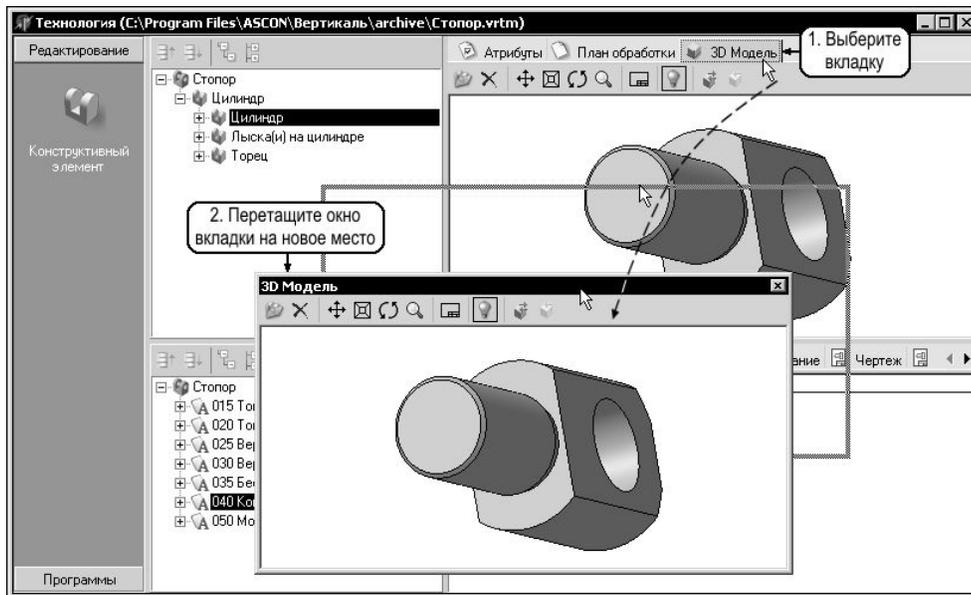

Рис. 3.5. Размещение данных вкладки в отдельном окне
**3D-модель**, выполните следующие действия (рис. 3.5):